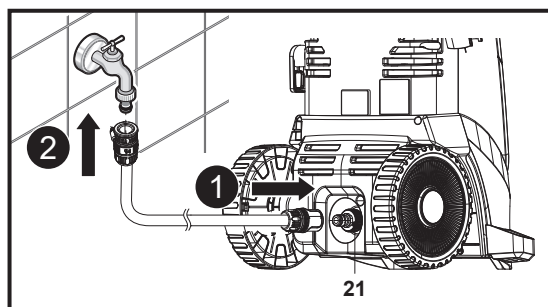

Fig. 8
2. Fixer le tuyau d'arrosage à l'adaptateur d'arrivée d'eau (21) sur le raccord d'arrivée d'eau (13) de la machine (Fig. 8, étape 1). Toujours utiliser un raccord standard pour l'arrivée d'eau. Pour un fonctionnement correct, la longueur du tuyau ne doit pas dépasser 8 m.
3. Raccorder l'autre extrémité du tuyau d'arrosage à une source d'alimentation en eau (Fig. 8, étape 2).